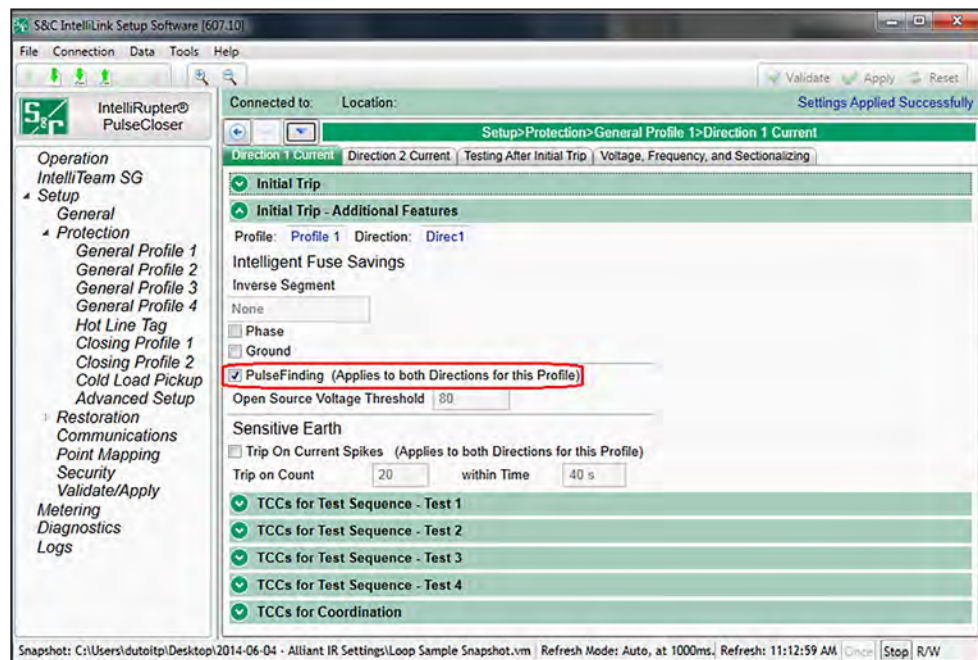

Figura 78. Valor-alvo da técnica PulseFinding na tela Configurações>Proteção>Perfil Geral 1>Direção 1>Corrente>Trip Inicial - Funcionalidades Adicionais.
**PASSO 6.** Habilite a técnica PulseFinding para que haja suporte a casos onde os dispositivos podem não estar totalmente coordenados. Ver Figura 78.